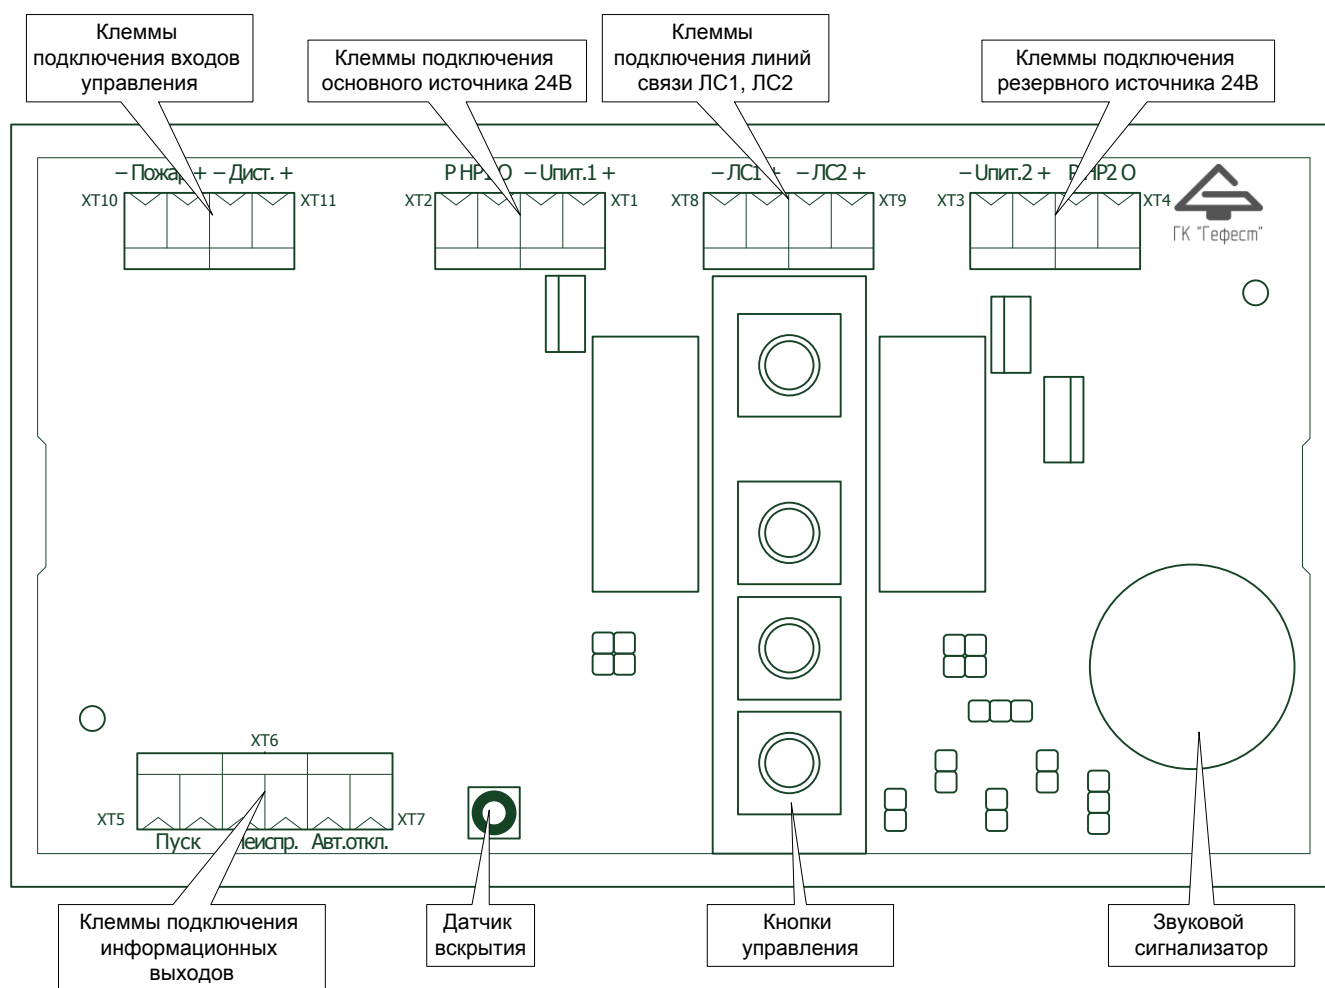

Рисунок 2. Плата ЦБ.
6.1.1 В ЦБ предусмотрены два отдельных входа для подключения двух независимых источников бесперебойного электропитания с номинальным напряжением 24 В. Основным подключают к клеммам ХТ1, ХТ2, резервный – ХТ3, ХТ4 (см. рисунок 2).
6.2.1 Линии связи ЛС1 и ЛС2 с неадресными периферийными устройствами подключают к клеммам ХТ8 и ХТ9 (см. рисунок 2) соответственно.
Входы управления от ППКП подключают к клеммам ХТ10, от УДП – ХТ11 (см. рисунок 2).